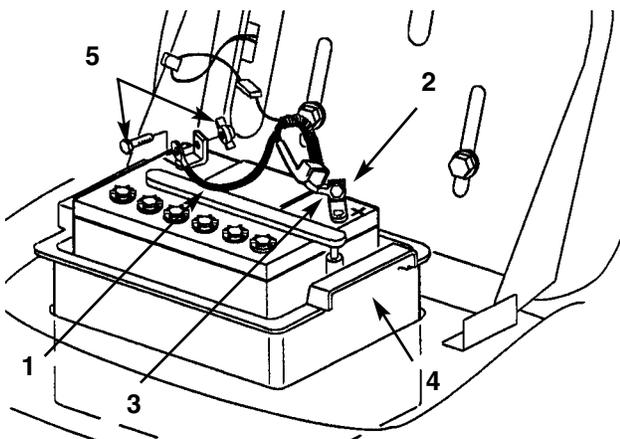
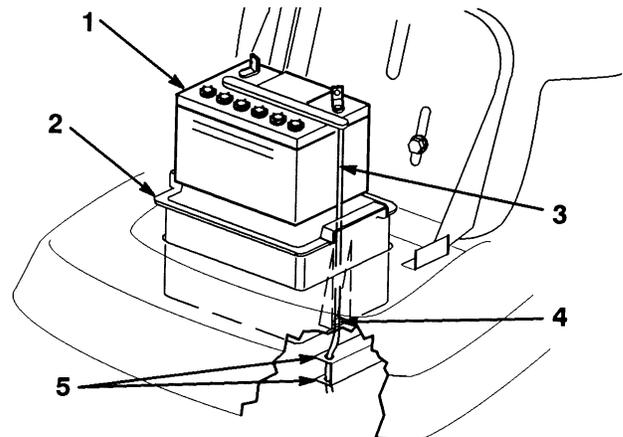

Figure 19
Figure 20
3. Débrancher le câble négatif (noir) de masse de la borne de la batterie (Fig. 19).
4. Repousser la gaine en caoutchouc le long du câble positif (rouge) et débrancher le câble de la borne de la batterie (Fig. 19).
5. Déposer le boîtier de la batterie, la batterie et le long tube d'évacuation du châssis (Fig. 20).
1. Installer la batterie dans le boîtier et glisser le tube d'évacuation dans le conduit et la fente située à la base du boîtier (Fig. 20).
**IMPORTANT: Observer le logement de la batterie dans le châssis et repérer le trou situé au bout du longeron droit (Fig. 20). Toujours faire passer le tube d'évacuation dans ce trou pour éviter que l'acide ne corrode le tracteur et la tondeuse.**
2. Installer le boîtier et la batterie dans le châssis (Fig. 19). Vérifier que l'extrémité du tube d'évacuation se trouve dans le trou du châssis (Fig. 20).
3. A l'aide du boulon et de l'écrou papillon, connecter le câble positif (rouge) à la borne positive (+) de la batterie (Fig. 19). Glisser la gaine en caoutchouc sur la borne.
4. A l'aide du boulon et de l'écrou papillon, connecter le câble négatif (noir) à la borne négative (-) de la batterie (Fig. 19).